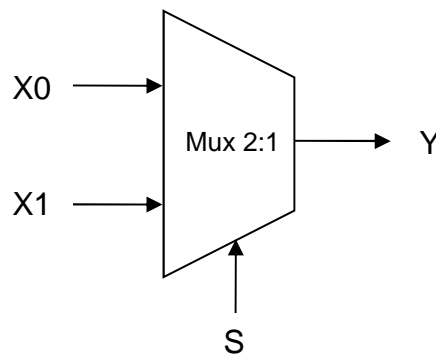

Figura 1 - Multiplexador de 2 para 1
Neste trabalho laboratorial pretende-se implementar um circuito lógico com uma funcionalidade muito simples. Trata-se de um multiplexador de 2 para 1 que, tal como a figura 1 mostra, tem três entradas (S, X0, e X1) e uma saída (Y).